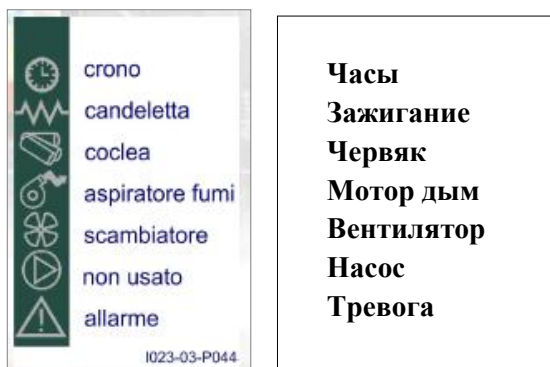

Рисунок 18
- 7 до 12 – описание дано на Рисунок 18
Рисунок 18 показывает значение символов состояния на левой стороне печи